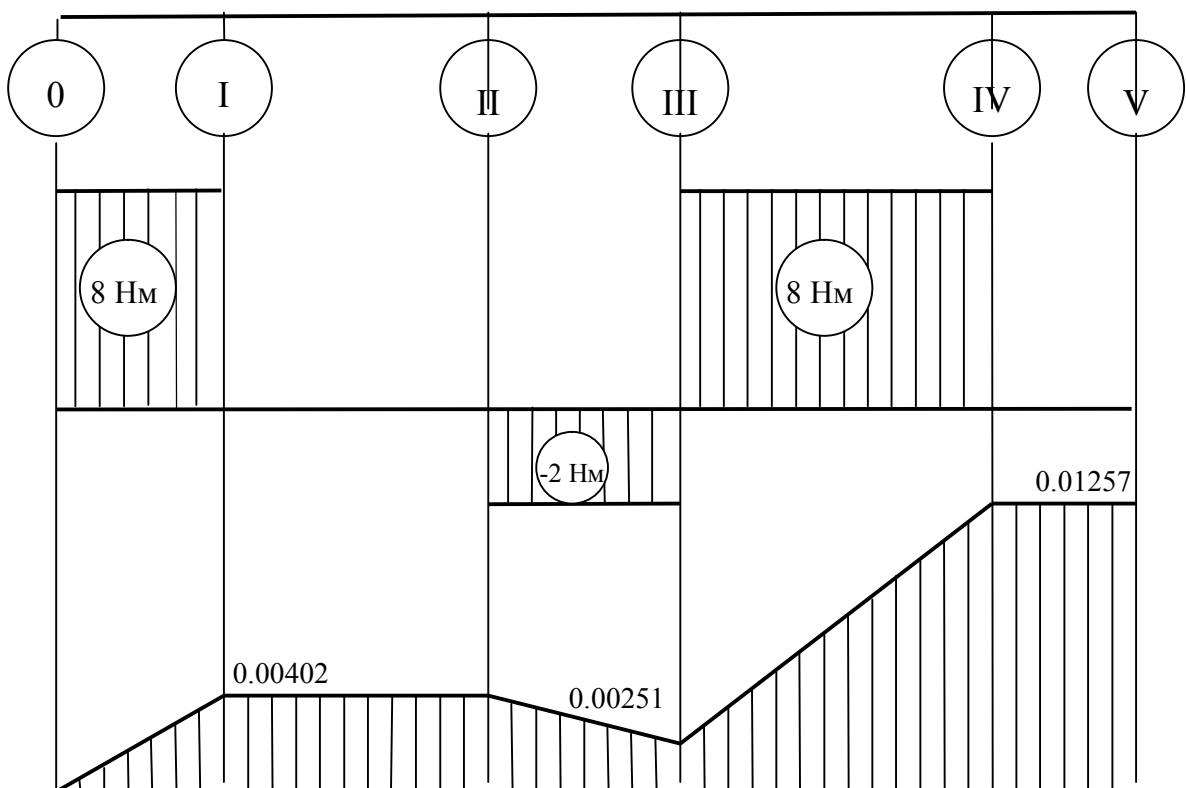

Рис. 2. Эпюра углов поворота сечений вала
1.1. Изображаем в масштабе схему нагружения вала (рис. 2), обозначив характерные сечения:
1.3. Изображаем в масштабе эпюру крутящих моментов (рис. 2).
5.3. Изображаем в масштабе эпюру углов поворота сечений вала (рис. 2).